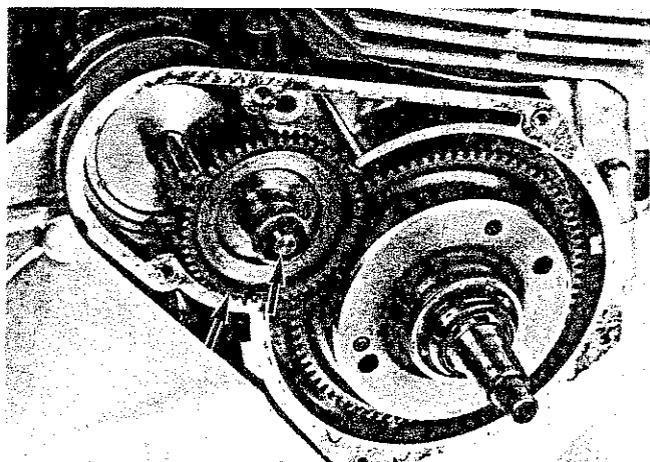

Fig. 95
- 3) Togliere il doppio ingranaggio folle, recuperando le due rondelle di spallamento (Fig. 95).
- 3) Remove the double idler wheel, taking care of the two thrust washers (Fig. 95).